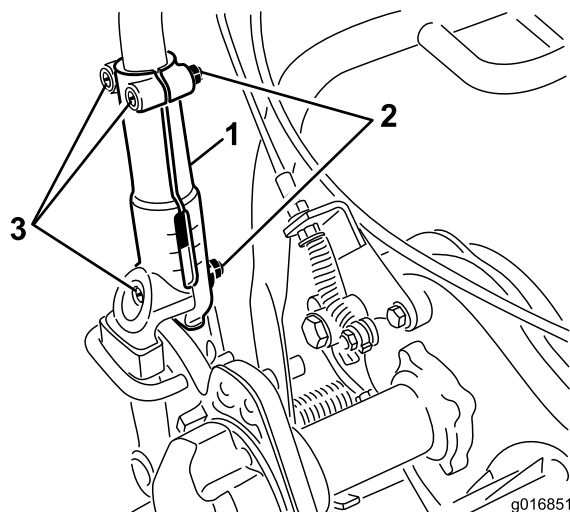

図 27
1. ハンドルを左右のハンドルクランプに固定しているキャリッジボルトとナット各3をゆるめる(図 27)。